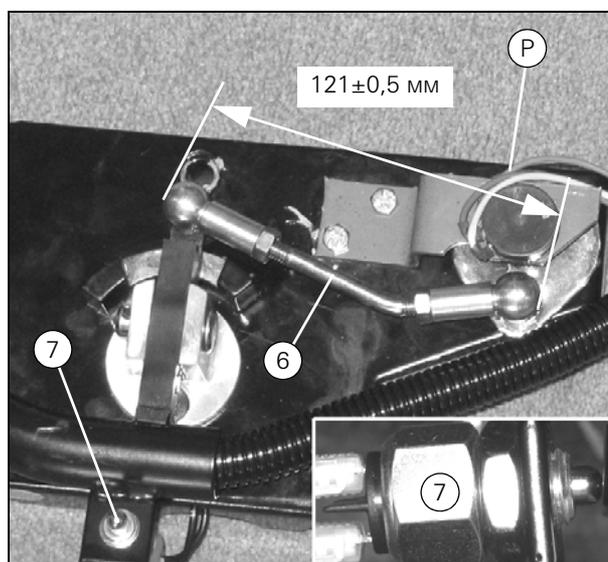

Рисунок 7
- Если значения напряжения не укладываются в указанные диапазоны, их необходимо отрегулировать, изменив длину соединительного стержня (Рис. 7).